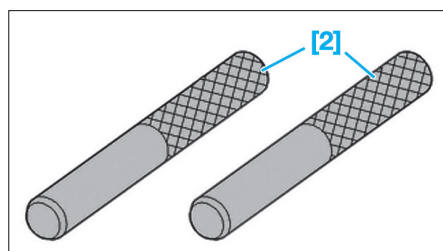

Fig. 67
- [2] Pige d'assemblage de porte-arbres à cames (réf. 0194-N) (Fig.67).